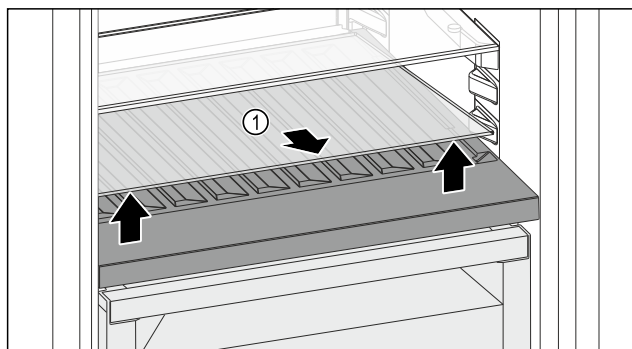

Fig. 80
- ▶ 抬起前部槽上的玻璃隔板 Fig. 80 (1) 并取出。
- ▶ 将玻璃隔板 Fig. 80 (1) 稳妥地放在冰箱外。